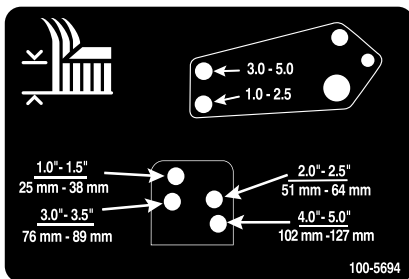

Bild 25
10. Fluchten Sie die Löcher des Stoßdämpferlenkers mit den ausgewählten Löchern in der Schnitthöhenhalterung am Mähwerkrahmen aus, setzen die Lastösenbolzen ein und bringen die Splinte an (Bild 25).